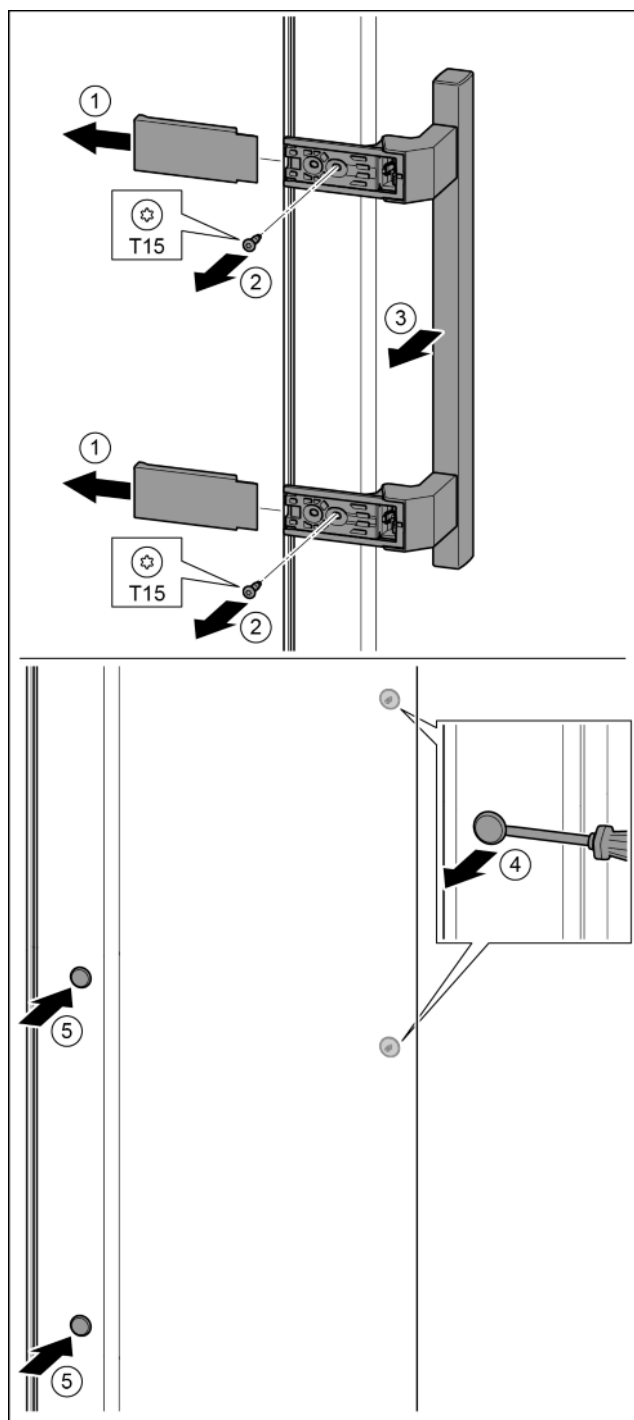

Fig. 31
- ▶ Зніміть кришку. Fig. 31 (1)
- ▶ Викрутіть гвинти за допомогою викрутки T15. Fig. 31 (2)
- ▶ Зніміть ручку. Fig. 31 (3)
- ▶ За допомогою шлицевої викрутки обережно підійміть бокову пробку та витягніть її. Fig. 31 (4)
- ▶ Знову вставте пробку з іншого боку. Fig. 31 (5)